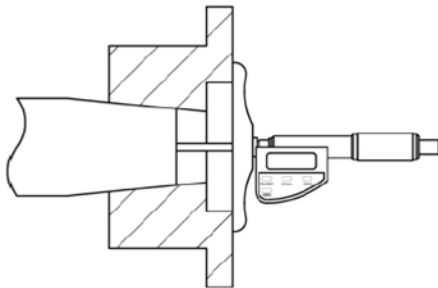

Abbildung 3 - Vermessung Wellenende zum Nabenflansch.
- 7.4. Vermessen Sie den Abstand des Wellenendes zum Nabenflansch mit einem Tiefenmikrometer, wie in Abb. 3 dargestellt. Notieren Sie den Wert.